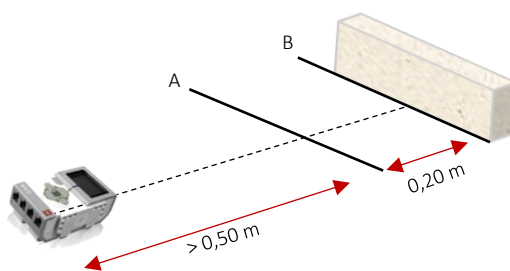

Figura 3 – Esquema de montagem.
Para esta atividade é necessário traçar uma pista onde o robô, que simula um automóvel, possa efetuar um movimento retilíneo (Figura 3).
2. Marca, utilizando a fita-cola preta, a posição B que dista 0,20 m da posição A (Figura 3).
3. Coloca um obstáculo no limite da posição B (Figura 3).
6. Coloca o robô na pista a mais de 0,50 m da posição A (Figura 3).